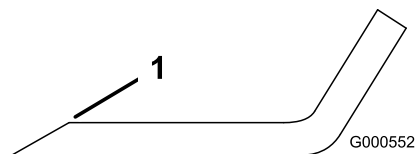
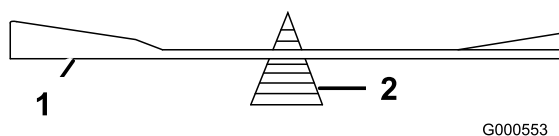

Figura 47
Figura 48
1. Affilate i taglienti da entrambe le estremità della lama con una lima (Figura 47). Rispettate l'angolazione
2. Controllate l'equilibrio della lama posizionandola su un bilanciatore (Figura 48). Se la lama rimane in posizione orizzontale, è bilanciata e può essere utilizzata. Se la lama non è bilanciata, limate del metallo soltanto dalla costa (Figura 47). Ripetete la procedura finché la lama non è perfettamente bilanciata.